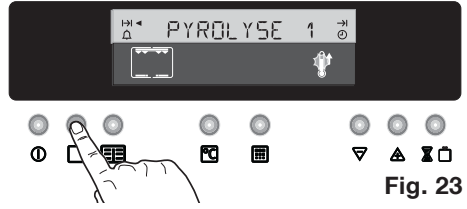

Fig. 23
2. Appuyez sur la touche de sélection  et sélectionnez la fonction "Pyrolyse". Le symbole  et l'indication "PYROLISE 1" (durée: 2 heures) s'affichent (Fig. 23).